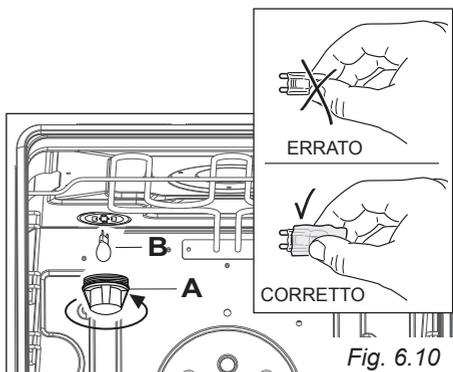

Fig. 6.10
- Svitare la calotta protettiva "A" (fig. 6.10).